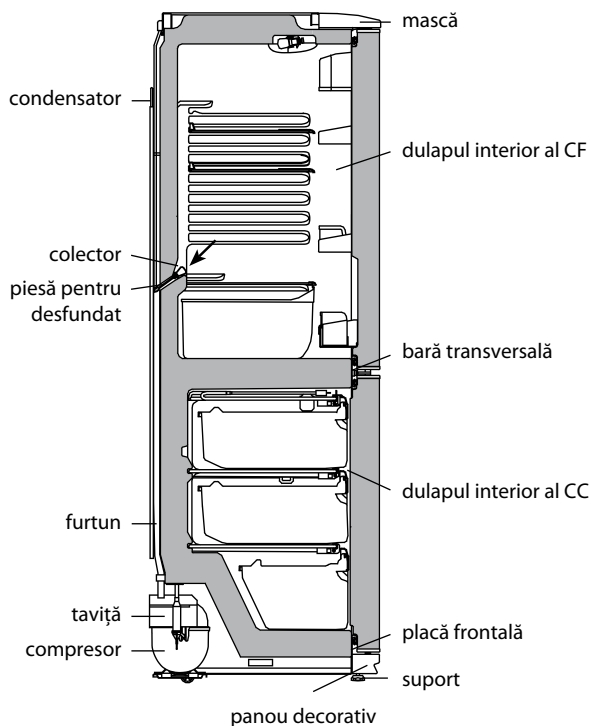

Figura 4 – Schema scurgerii apei rezultate în urma topirii din CF
2.2.1 În CF se folosește un sistem automat de dezghețare. Bruma, care apare pe perețele din spate al CF, după deconectarea compresorului care lucrează în ciclu, se topește și se transformă în picături de apă. Picăturile de apă rezultată în urma topirii se scurg în colector, apoi prin gaura acestuia și prin furtun – în tavița de pe compresor, în conformitate cu figura 4 și se evaporă. Gaura colectorului este dotată cu o piesă pentru prevenirea înfundării sistemului de drenaj.
Prezența apei în colector indică înfundarea sistemului de drenaj. Pentru eliminarea înfundării folosiți piesa corespunzătoare și curățați gaura colectorului, astfel ca apa să se scurgă liber în taviță, apoi spălați piesa și instalați-o în conformitate cu figura 4.
SE INTERZICE să utilizați frigiderul cu sistemul de scurgere înfundat. Apa care a apărut pe fundul CF sau care a ajuns în locul de alăturare a barei transversale și a dulapului interior al CF, în conformitate cu figura 4, poate provoca coroziunea dulapului exterior al frigiderului și elementelor agregatului frigorific, defectarea izolației termice, formarea crăpăturilor dulapului interior și defecțiunea frigiderului.
SE INTERZICE să decongeleți congelatorul fără utilizarea elementului pentru drenare. Apa rezultată în urma topirii care se scurge din camera afară de elementul pentru drenare, pătrunzând în locul de alăturare a plăcii frontale la dulapul interior în conformitate cu figura 4, poate provoca coroziunea dulapului exterior al congelatorului și a elementelor